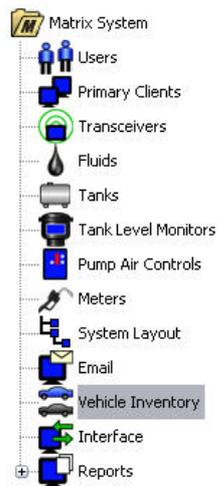

ABB. 149
1. Wählen Sie **Fahrzeugbestand** aus der Liste im Matrix-Sytembereich aus (ABB. 149).